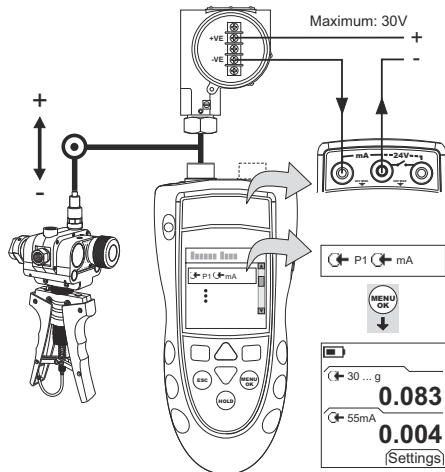

Figur 4: Eksempel på konfiguration – Pressostattest
1. Tilslut instrumentet (Figur 4), og juster om nødvendigt opsætningen (Tabel 1).